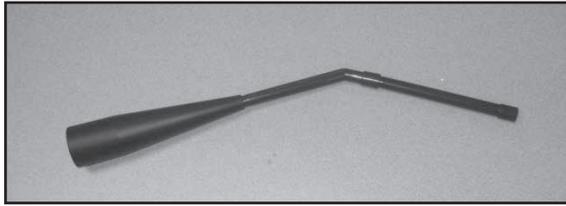

Figure 37.1
- c. Fixez le suceur plat du kit de micro-nettoyage à un aspirateur Shop Vac. **Figure 37.1.**